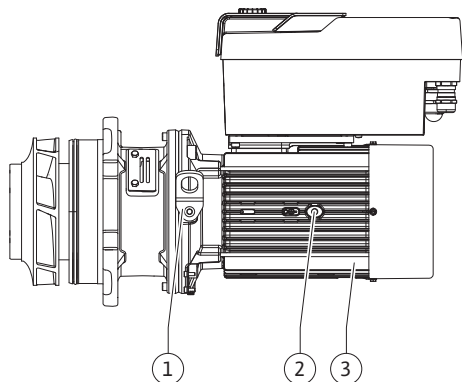

Fig. 108: Motor-løpehjulsenhet
13. Før inn motor-løpehjulsenhet (se Fig. 108) i pumpehuset, og posisjoner den i den gamle posisjonen eller en annen ønsket, vinklet posisjon. Ta hensyn til de tillatte monteringsstillingene for komponentene (se kapittelet «Godkjente monteringsstillinger og endring av komponentplasseringen før installasjon» [► 24]).
14. Det anbefales å bruke monteringsbolter (se kapittelet «Tilbehør» [► 19]). Etter at lanterneføringen griper merkbart (ca. 15 mm før endeposisjon), er det ikke lenger fare for velt eller tilting. Når motor-løpehjulsenheten er sikret med minst én skruer (Fig. I/III, pos. 10 eller Fig. III/IV, pos. 29), kan festeutstyret fjernes fra transportløkkene.
15. Skru inn skruene (Fig. I/III, pos. 10 eller Fig. III/IV, pos. 29), men ikke trekk til fullstendig. Mens skruene skrues inn, blir motor-løpehjulsenhet trukket inn i pumpehuset.